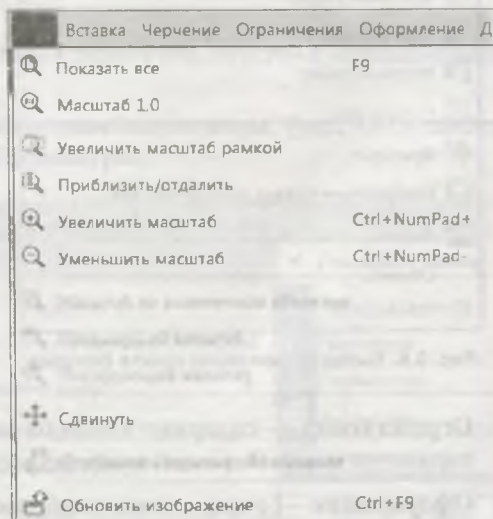

Рис. 3.5. Выпадающее меню пункта Вид
- ◆ **Вид** — содержит команды изменения изображения и список всех команд системы (рис. 3.5);